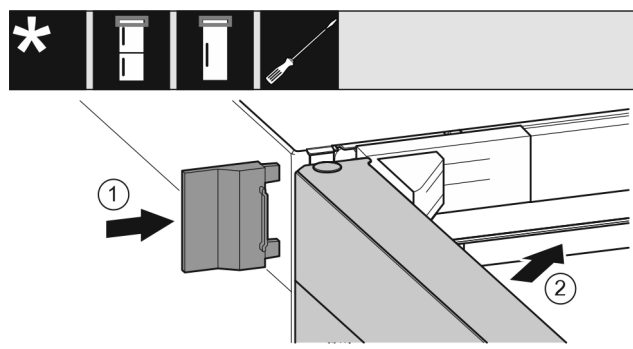

Fig. 26
- ▶ Vnější kryt Fig. 26 (1) nasuňte.
- ▶ Zavřete horní dveře Fig. 26 (2).